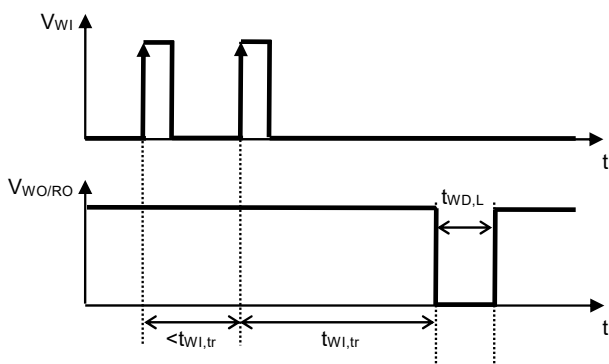

図9 ウォッチドッグトリガ時間
*1. ウォッチドッグタイマがタイムアウトまたはダブルパルスを検出した後、WO / RO端子が "L" を継続する時間 (図9参照)。この値は C_{DLY} で変更可能です。
*2. ウォッチドッグタイマがトリガの検出を開始してから、タイムアウトを検出してWO / RO端子出力が "L" に変化するまでの時間 (図9参照)。この値は C_{DLY} で変更可能です。